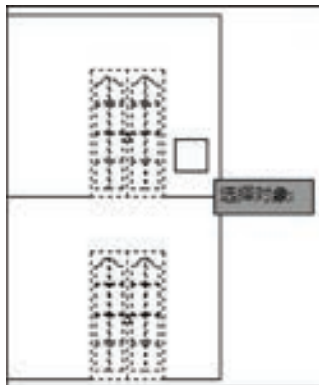

图 11-26 选择对象
3) 单击对话框中的“替换”按钮，在绘图区中选择待替换的对象，如图 11-26 所示。